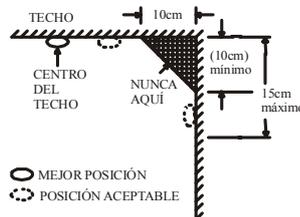

Figura 4: LUGARES RECOMENDADOS PARA LA INSTALACIÓN DE LOS DETECTORES DE HUMOS.
- Instale los detectores de humos tan cerca del centro del techo como sea posible. Si no es posible, instálelo separado más de 10 cm de cualquier pared o rincón, como muestra la Figura 4.
- Si no es posible el montaje en el techo, y sus leyes nacionales y reglamentos locales permiten el montaje en las paredes, ponga los detectores entre 10 y 15 cm apartados del techo, véase también la Figura 4.